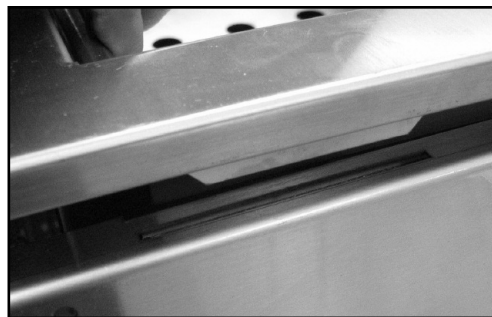
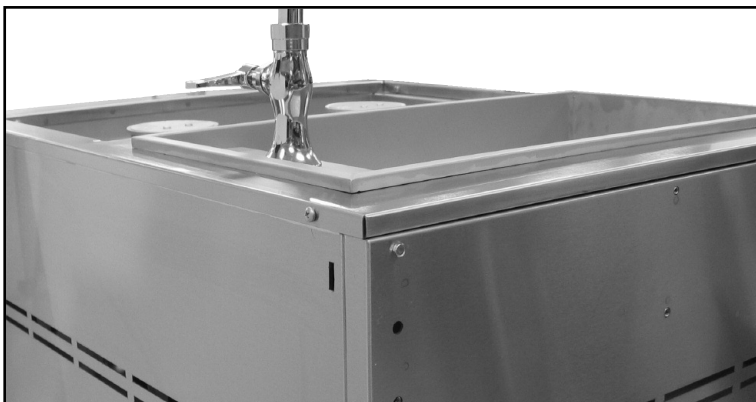

Fig. 44
Fig. 45
- C. Positionner les pattes sur la console latérale pour rentrer dans les fentes sur la desserte (faire attention aux points de pincement) (Fig. 44 -46). Une fois terminé, le rebord de réception doit être à fleur du dessus de la desserte (sans écart) (Fig. 45).